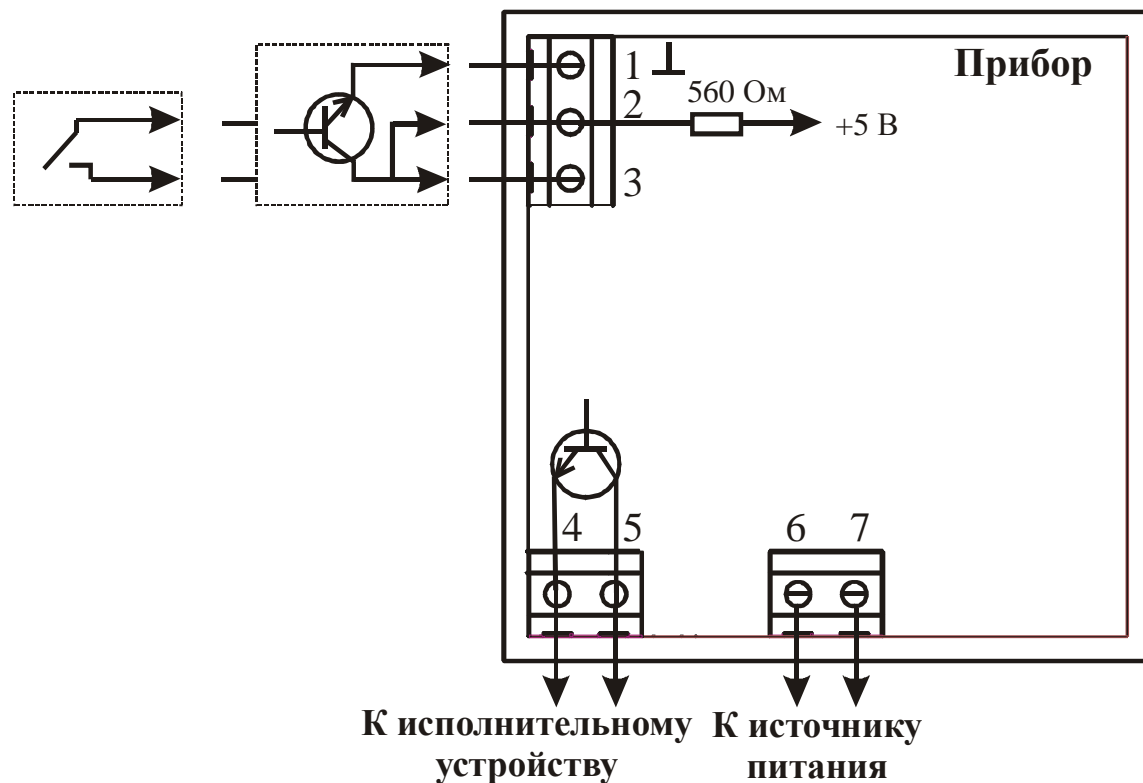

Рисунок 8.1 – Схема подключения входного датчика и источника питания
8.3 Произведите подключение входного датчика с учетом расположения клеммников на задней панели прибора (см. рисунок 8.1).
8.4 Подключите прибор к источнику питания и исполнительному устройству (см. рисунок 8.1).